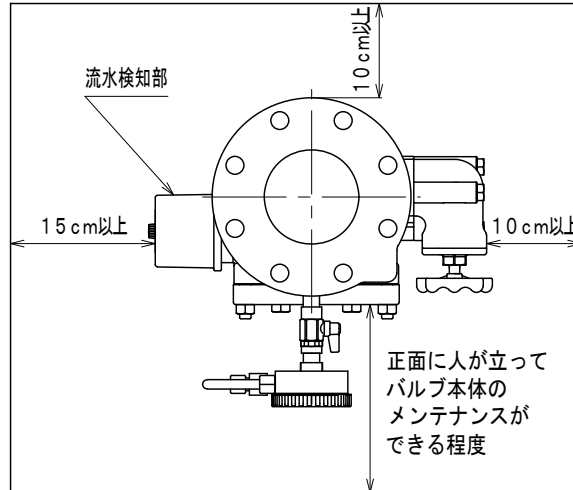

図6. 必要メンテナンススペース
- ①流水検知装置を据え付ける前に図6で示す必要メンテナンススペースを確保してください。特に、流水検知部の側面から15cm以内に配管や電線管などの障害物があると、流水検知部のカバーの取り外しや作動信号の停止およびメンテナンスなどを行うことが出来なくなります。